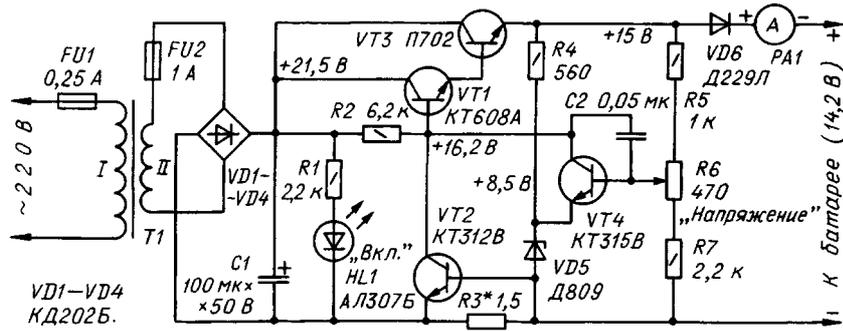
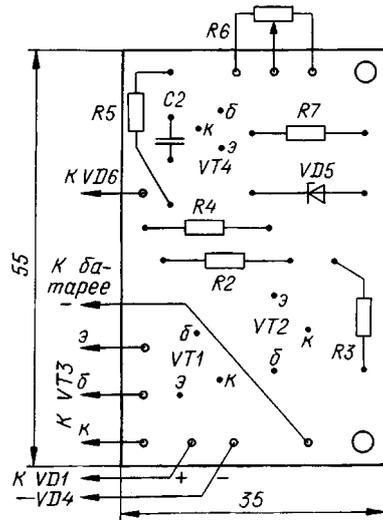

рис. 1
рис. 2
**От редакции.** Наш автор А.А.Шабронov прислал письмо, в котором указывает, что в его статье "Двухпроводный датчик охраны компьютера" (РА 5/2000, стр.41-42 в схеме рис.1 допущена ошибка, а именно: не указана линия (на рис. выделена жирной линией). Редакция приносит извинения автору.
В статье **Н.Герцена** ("Радио", 7/2000, стр.36) описано **устройство для автоматического поддержания автомобильной аккумуляторной батареи в заряженном состоянии во время хранения**. Достоинством устройства (**рис.1**) является то, что оно не содержит электромеханических реле. Транзисторы VT1, VT3, VT4 и стабилитрон VD5 образуют последовательный стабилизатор напряжения. Напряжение, которое устройство поддерживает на батарее, устанавливается резистором R6. Ток зарядки контролируют по шкале амперметра PA1. При подключении устройства к аккумуляторной батарее напряжение на ней обычно меньше зарядного. Поэтому регулирующий транзистор VT3 открыт и насыщен, через него протекает максимальный ток. Чтобы его ограничить, на транзисторе VT2 собран ограничитель тока. При возрастании тока нагрузки падение напряжения на токоизмерительном резисторе R3 увеличивается, и в некоторый момент транзистор VT2 приоткрывается, уменьшая базовый ток составного регулирующего транзистора VT1, VT3. В результате зарядное напряжение, а значит, и ток через транзистор VT3 уменьшаются. Таким образом, максимально возможный ток заряда зависит от сопротивления резистора R3. По мере зарядки батареи напряжение на ней приближается к напряжению стабилизации, а зарядный ток уменьшается до значения, необходимого лишь для компенсации ее саморазряда. О включении устройства в сеть сигнализирует светодиод HL1. На **рис.2** показан чертеж печатной платы и размещение элементов.